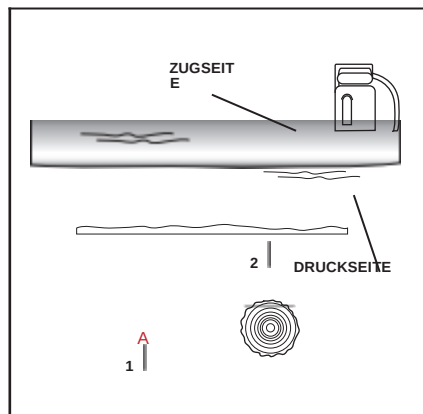

ABB.30
9.11 ABLÄNGEN DES STAMMES (ABB.30 – 32)